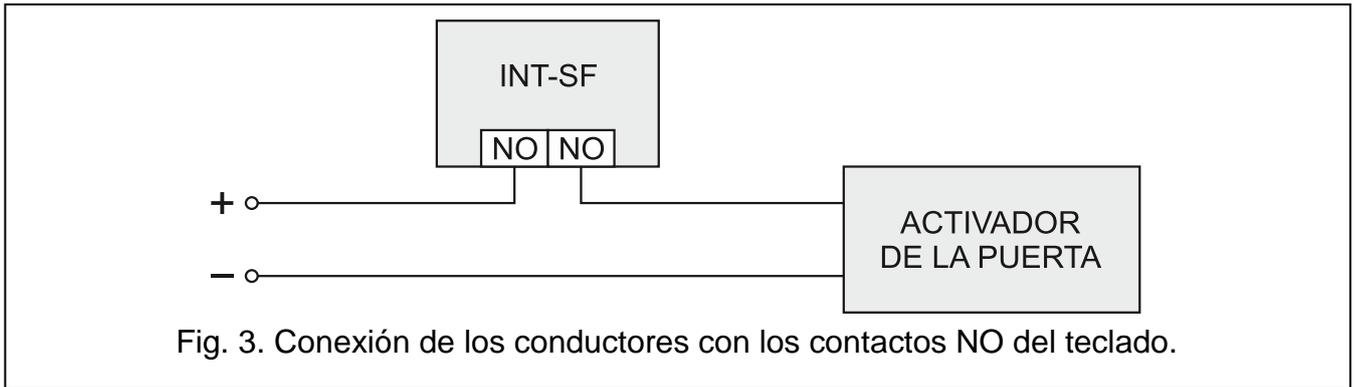

Fig. 3. Conexión de los conductores con los contactos NO del teclado.
8. Si el teclado debe controlar los cierres eléctricos, las cerraduras electromagnéticas y otros activadores de la puerta, es necesario conectar los conductores con los contactos NO (ver: fig. 3). No se recomienda que el dispositivo que activa el paso sea alimentado de la misma fuente que el teclado.